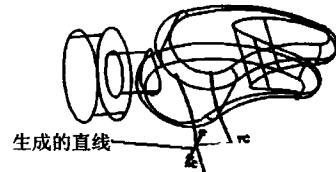

图 1-23 绘制直线
(4) 利用“直线和圆弧”→“直线一点一点”生成直线，如图 1-23 所示。其中起点坐标为(-10, 0, 0)，终点坐标为(10, 0, 0)。